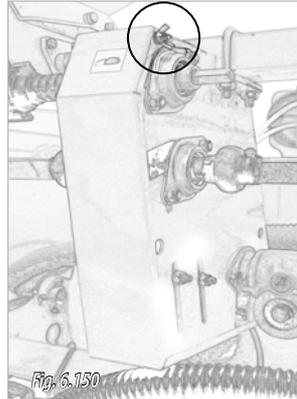

Fig. 6.150
- 1- Quitar la tuerca mariposa y el tornillo superior de la tapa de la caja de transmisión (Fig. 6.150).